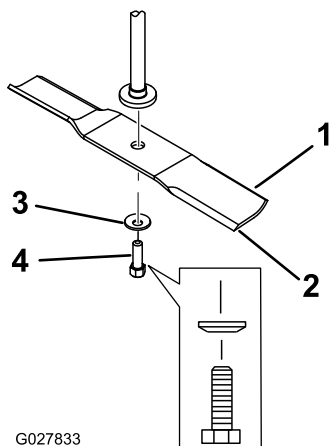

Figura 55
2. Retire del eje el perno de la cuchilla, la arandela curva y la cuchilla (**Figura 55**).
- Instale la cuchilla en el eje (Figura 55).
- Instale la arandela curva (con la copa hacia la cuchilla) y el perno de la cuchilla (Figura 55).